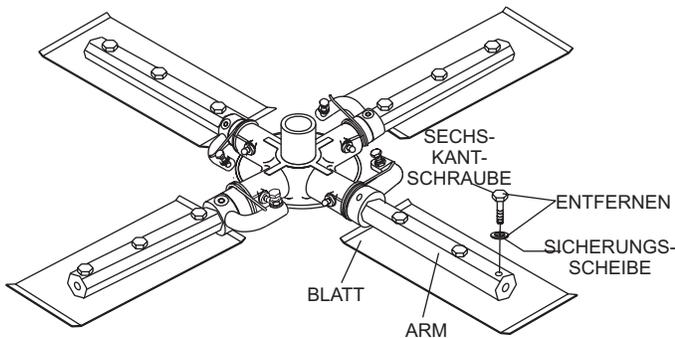

Abbildung 24. Glättarme
1. Demontieren Sie die Glättblätter vom Glättarm, indem Sie die drei Sechskantschrauben (Abbildung 24) des Glättarms lösen. Legen Sie die Blätter beiseite.